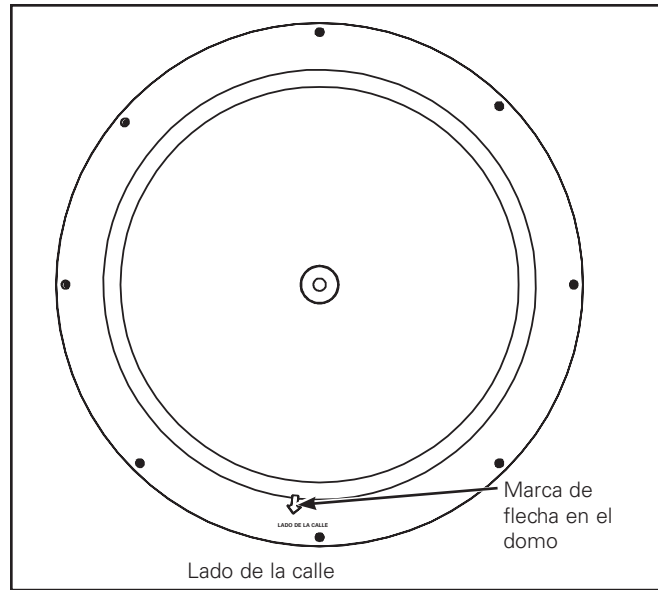

Figura 18.
7. Para luminarias con ópticas asimétricas, rótelas según la marca de la flecha que hay en el domo en el sentido de la calle. (Figura 18.)